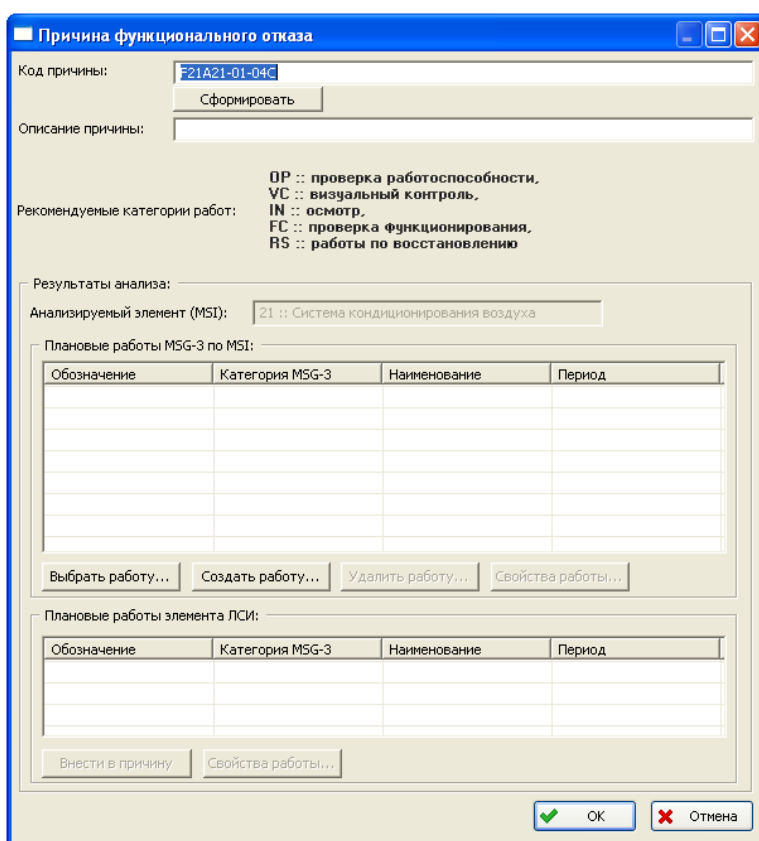

Рис. 3-28
После ответа на все вопросы в окне **Задание работ** открывается окно **Причина функционального отказа** (рис. 3-28). Это окно содержит следующие данные:
2. В контекстном меню выделенной причины выберите **Свойства причины** или на инструментальной панели нижнего окна нажмите на кнопку **Свойства причины**. В результате появится окно **Причина функционального отказа** (рис. 3-28).